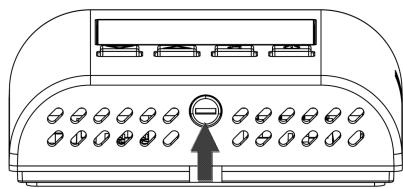

Fig. 2
- 1** Empujar, con la ayuda de un destornillador, la lengüeta plástica situada en la rejilla ubicada en el lado izquierdo, hasta levantar levemente la tapa (Fig. 2).